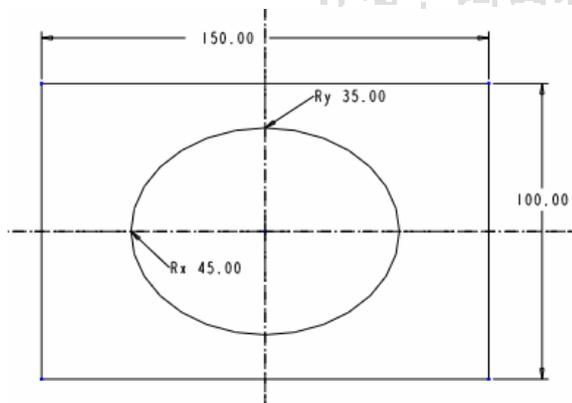

图 1-4
- (5) 单击【剖面】对话框中的【草绘】按钮，系统进入草绘工作环境。
- (6) 绘制如图 1-4 所示的截面，单击草绘命令工具栏中的  按钮，完成拉伸截面的绘制。